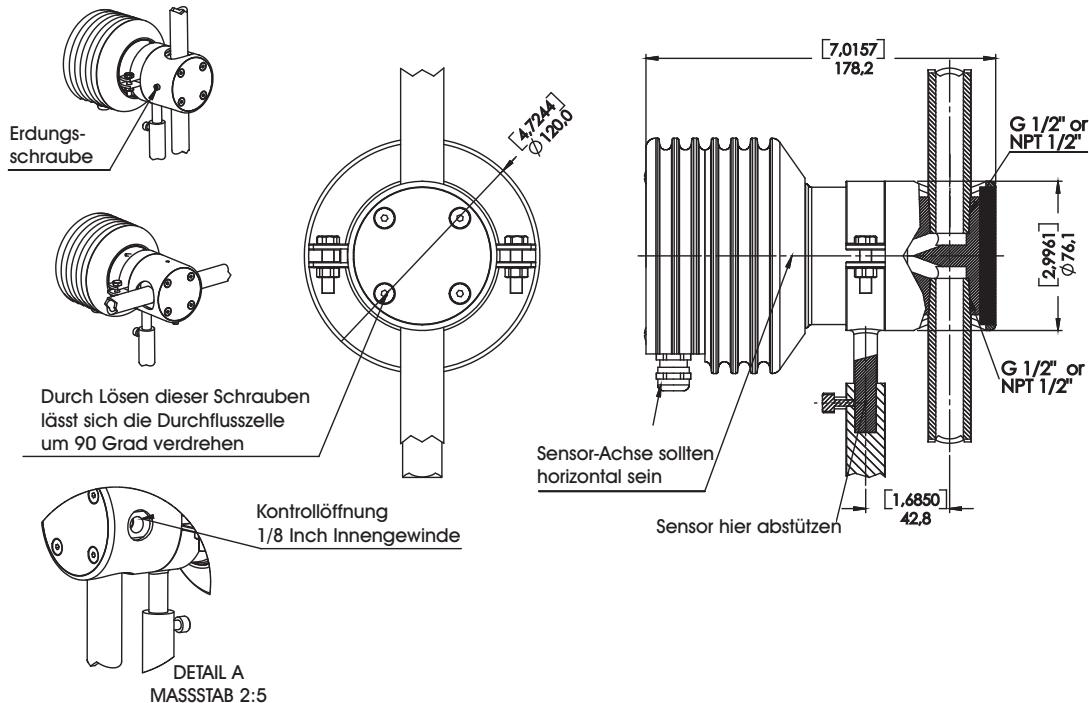

Abbildung 9.25 Anschluss mit G 1/2 Inch Innengewinde (mm [in])
Das *Vaisala K-PATENTS® Teflon-Body Refraktometer PR-23-M/MS* wird an die Prozessleitung mittels eines G 1/2 Inch Innengewindes oder einer 1/2 Inch NPT Verschraubung angeschlossen, siehe Abbildung 9.25 unten.
- ! **Wichtig:** Verwenden beim Einbau immer die Sensorstütze, damit das Gewicht des Sensors nicht von den Kunststoffrohren getragen werden muss; siehe Abbildung 9.25 zur Montage der Stütze.
Hinweis: Durch Lösen der vier Schrauben, lässt sich die Durchflusszelle des PR-23-M/MS leicht um 90 Grad drehen. Danach müssen die Schrauben wieder angezogen werden (siehe Abbildung 9.25 oben).